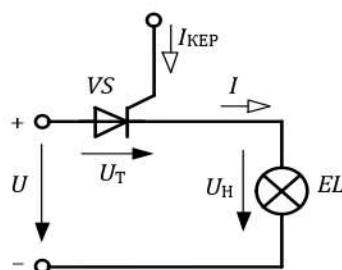

Рисунок 2 – Схема тиристорного ключа
Тиристор застосовується як електричний ключ – рисунок 2, а також для регулювання напруги на затисках трифазних АД.
3.6 Побудувати ВАХ триністора $I_{np} = f(U_{np})$ при значеннях струму у керуючому електроді: $I_{кер.1}$; $I_{кер.2}$; $I_{кер.3}$ - рисунок 2.